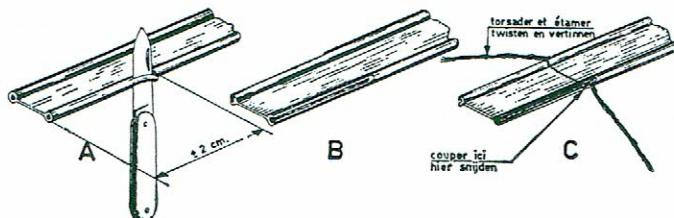

fig. 8
1. Knip met behulp van een mes de isolering van iedere geleider zijdelings weg over een lengte van 1 tot 2 cm (fig. 8 A)
2. Maak de geleiders vrij door ze op 90° te plooien, en knip dan de isolatie tussen beide af (fig. 8 B)
3. Wring de draden en vertin ze (fig. 8 C).